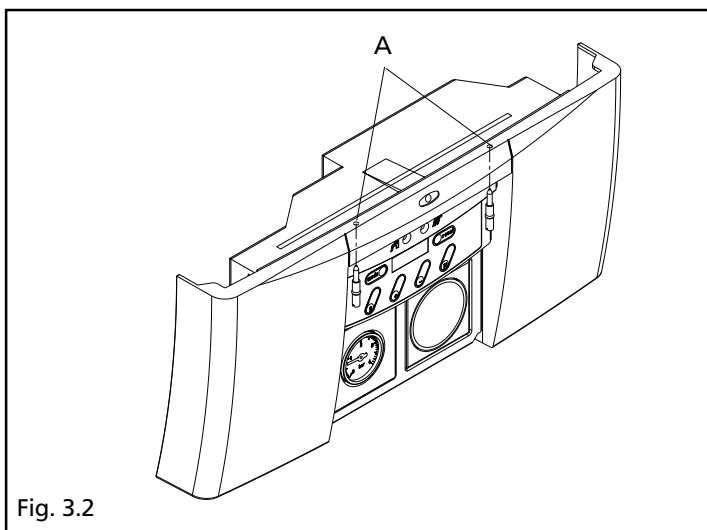

Fig. 3.2
- svitare con un cacciavite a taglio le due viti A di fissaggio del cruscotto (fig. 3.2)